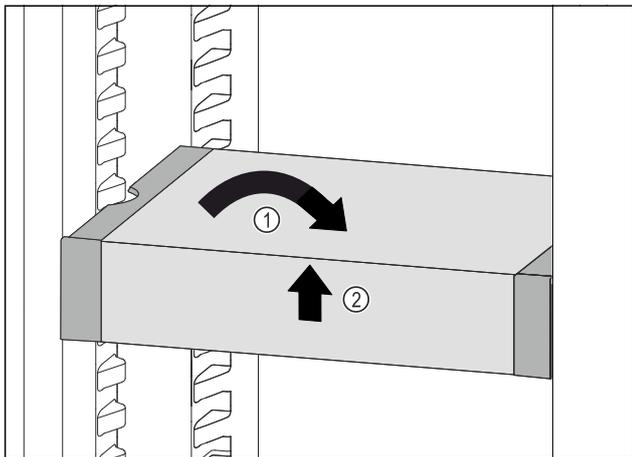

Fig. 89
- ▶ Изправете VarioSafe. Fig. 89 (1)
- ▶ Повдигнете VarioSafe отпред. Fig. 89 (2)